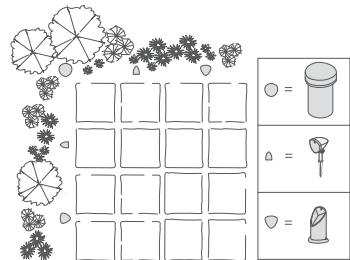

Figura 2
- Combinado con altavoces bolardos de la serie BL de Definitive Technology (ver figura 2)